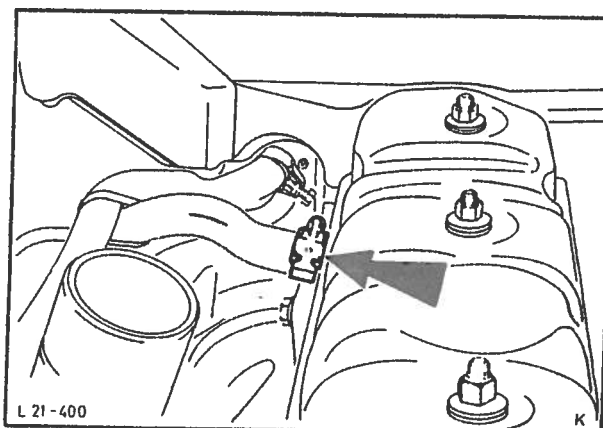

Fig. 30 Varmeapparatslanger.
29. Monter varmeapparatslangene til vannpumpe og til topplokk, fig. 30. Monter ekspansjonstankens slange til vannpumpen.